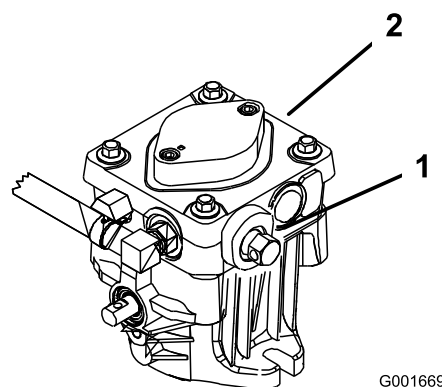

Figura 23
2. Gire las válvulas de desvío una vuelta en el sentido contrario a las agujas del reloj para empujar la máquina. Esto permite que el aceite hidráulico se desvíe alrededor de la bomba, dejando que las ruedas giren (Figura 23).
Gire las válvulas de desvío una vuelta en el sentido de las agujas del reloj para conducir la máquina (Figura 23).